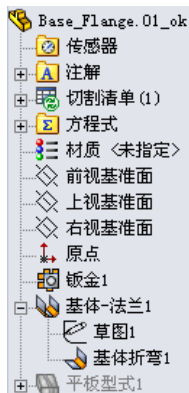

图 7.2.5 设计树
- 单一开放环横断面草图中的所有尖角无需进行创建圆角，系统会根据设定的折弯半径在尖角处生成“基体折弯”特征，从上面例子中的设计树可以看到，系统自动生成了一个“基体折弯”特征，如图 7.2.5 所示。